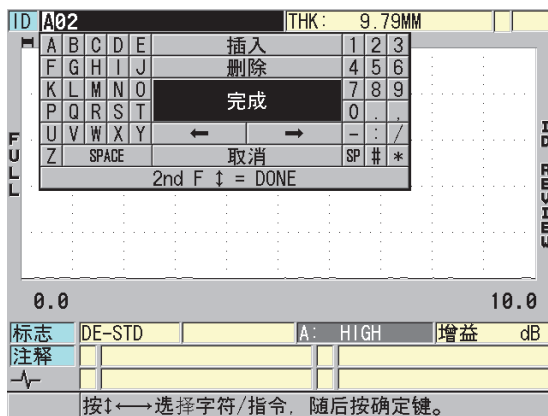

图 11-28 启用 ID 码编辑模式
4. 再次按 [标识码] 键，编辑 ID 码的值（参见第 205 页的图 11-28）。